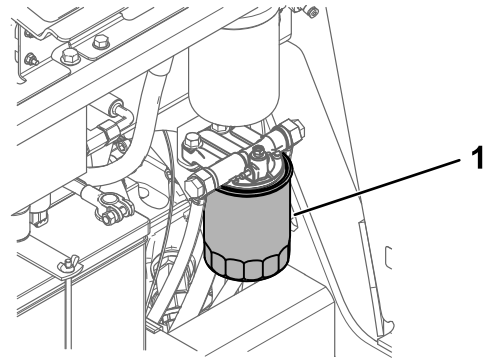

Figure 53
5. Placez un bac de vidange propre sous la cartouche du filtre à carburant (Figure 53).